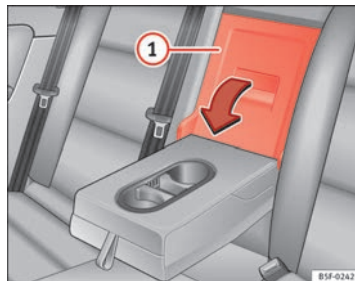

Fig. 102 En el respaldo del asiento trasero: apertura de la trampilla.
- Tire de la palanca de desbloqueo en el sentido de la flecha y abata completamente la tapa de la trampa ⇒ fig. 102 ① hacia delante.